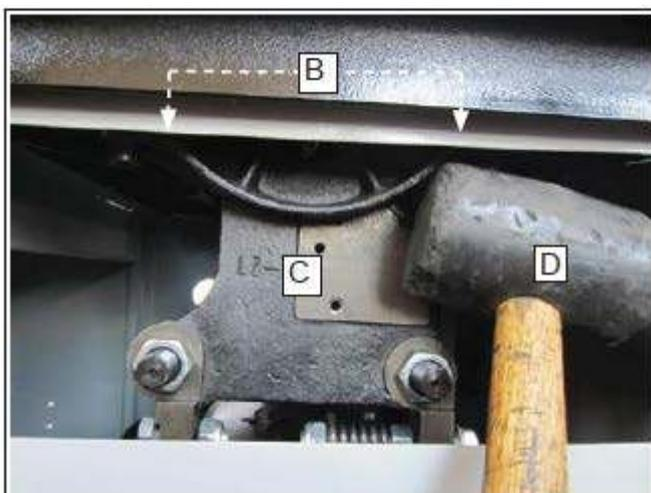

Рис. 34. Регулировка положения качающейся опоры
4. Для регулировки ослабить два болта В, показанные на рис. 34, крепящие заднюю качающуюся опору на столе станка.